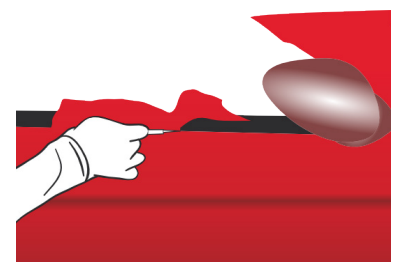

Figure 31
- › Pour réaliser la découpe, la lame du cutter doit être placée bien à plat, entre la carrosserie et le joint, perpendiculairement au joint. Réaliser la découpe en gardant toujours cette orientation de la lame. (FIG. 31)